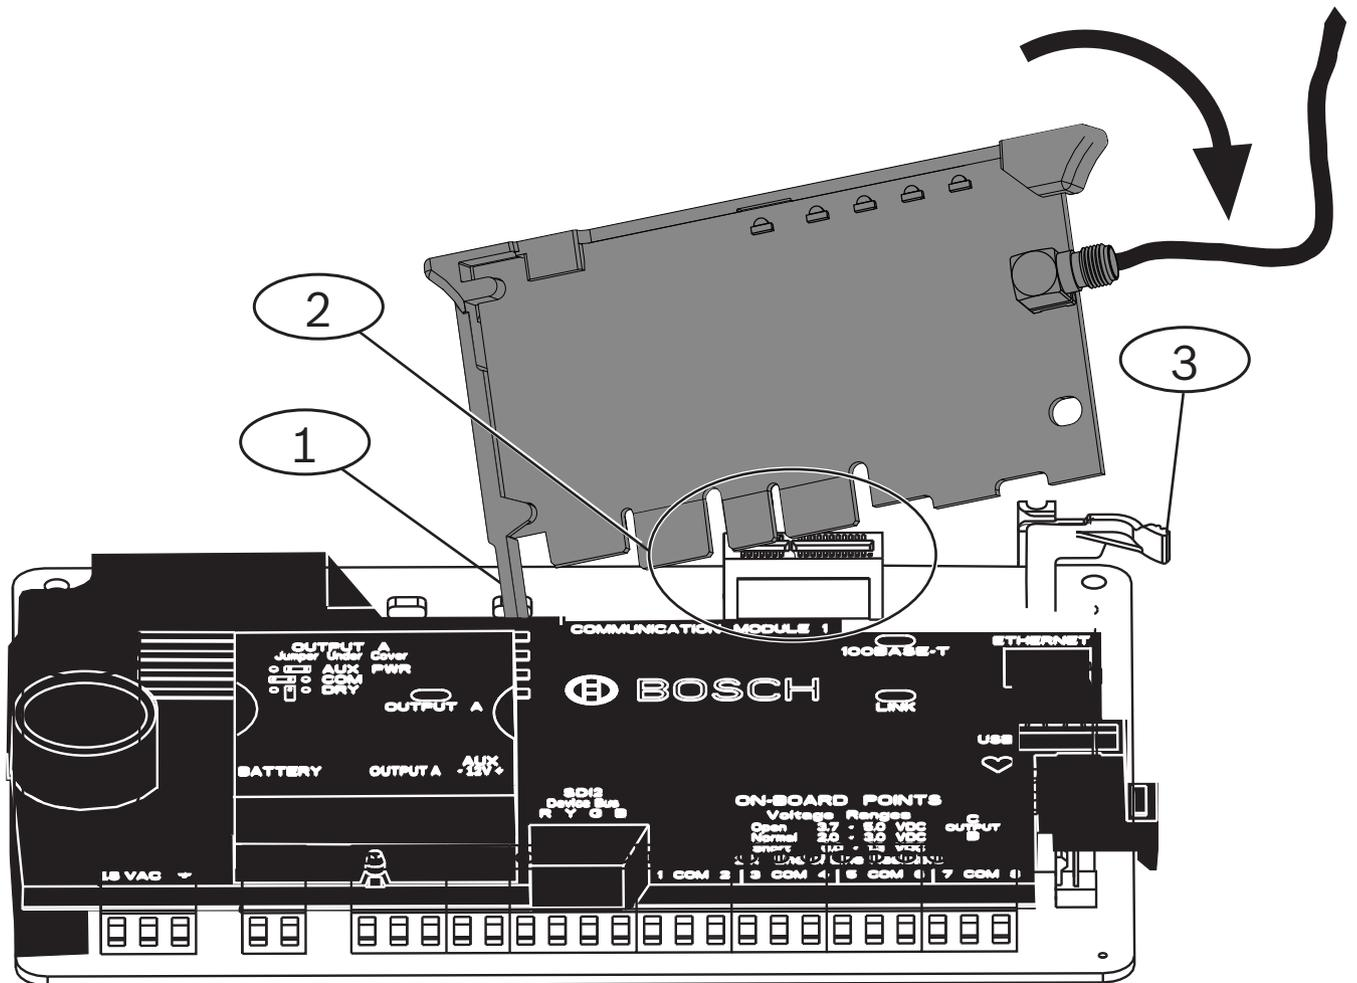

Abbildung 3.3: Einbau des Übertragungsgeräts (gezeigt mit Bedienteil B6512)
1. Stecken Sie den Stützfuß in die mit X gekennzeichnete Bohrung. Siehe *Abbildung 3.3*.